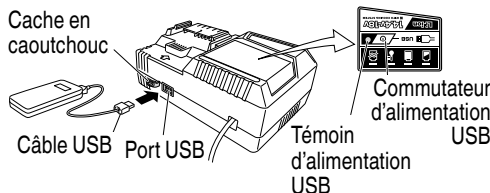

Fig. 12
(2) Mettez le commutateur d'alimentation USB sur marche (Fig. 12)
(3) Connectez le câble USB. (Fig. 12)
- Mettez le commutateur d'alimentation USB sur arrêt et débranchez le câble d'alimentation de la prise électrique. (Fig. 12)